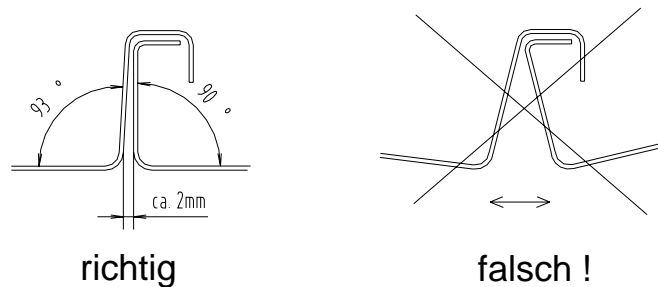

Abb. 2: Verlegehinweis
- Scharen beim Verlegen nicht auseinanderziehen (siehe Abb. 2)